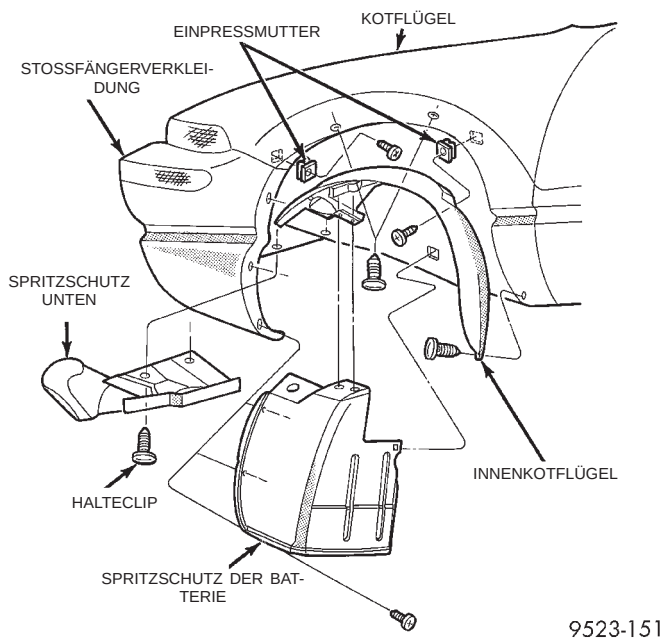

Abb. 9 Innenkotflügel vorn links
- (1) Befestigungsschrauben lösen, mit denen der Spritzschutz der Batterie an der vorderen Stoßfängerverkleidung befestigt ist (Abb. 9).
- (2) Befestigungselemente gegen den Uhrzeigersinn eine halbe Umdrehung drehen, mit denen der Spritzschutz der Batterie am Innenkotflügel befestigt ist.
- (3) Spritzschutz der Batterie vom Innenkotflügel abbauen.
- (4) Spritzschutz der Batterie aus dem Fahrzeug nehmen.
- (1) Fahrzeug anheben und sicher abstützen.
- (2) Linkes Vorderrad abbauen. Näheres zum korrekten Anziehen der Radmuttern siehe Kapitel 22, "Räder und Reifen".
- (3) Spritzschutz der Batterie abbauen.
- (4) Befestigungsschrauben lösen, mit denen der Innenkotflügel am Flansch des vorderen Kotflügels befestigt ist (Abb. 9).
- (5) Halteclip lösen, mit dem der Innenkotflügel am Kotflügel am Schweller befestigt ist.
- (6) Halteclips lösen, mit denen der Innenkotflügel am Kotflügelträger befestigt ist.
- (7) Innenkotflügel aus dem Fahrzeug nehmen.